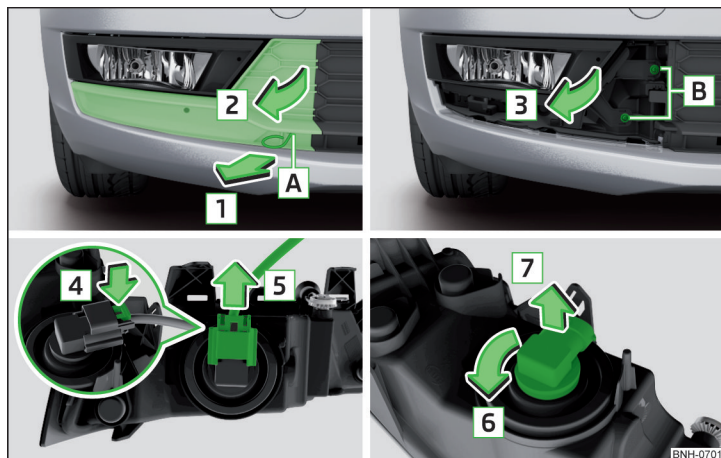

Abb. 274 Nebelscheinwerfer herausnehmen / Glühlampe wechseln
- › In die Öffnung **A** » Abb. 274 den Bügel zum Abziehen der Radvollblenden einführen.
- › Den Nebelscheinwerfer entgegen der Pfeilrichtung **3** » Abb. 274 einsetzen und festschrauben.